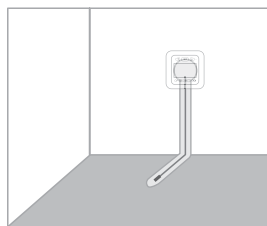

Рис.6
3. Установите гофрированную трубку с датчиком температуры (рис. 6).